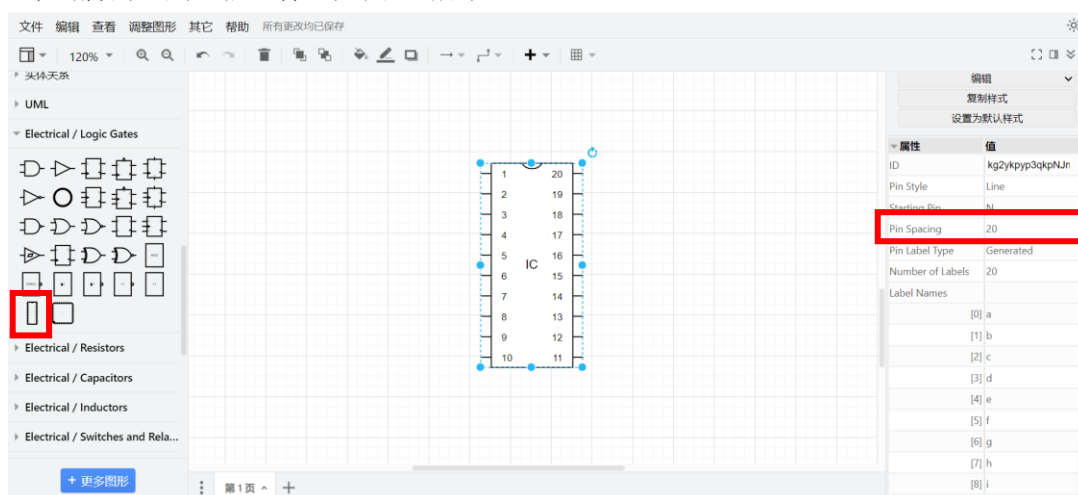
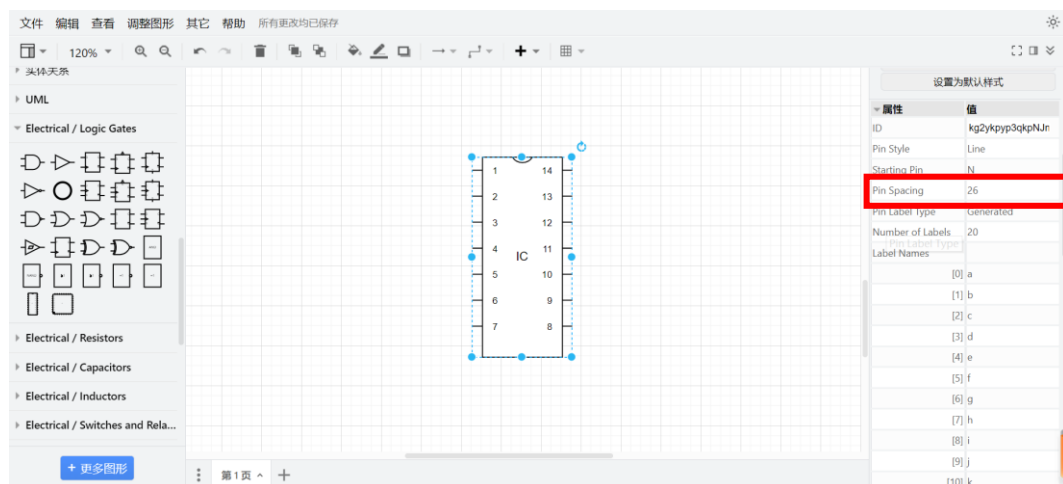
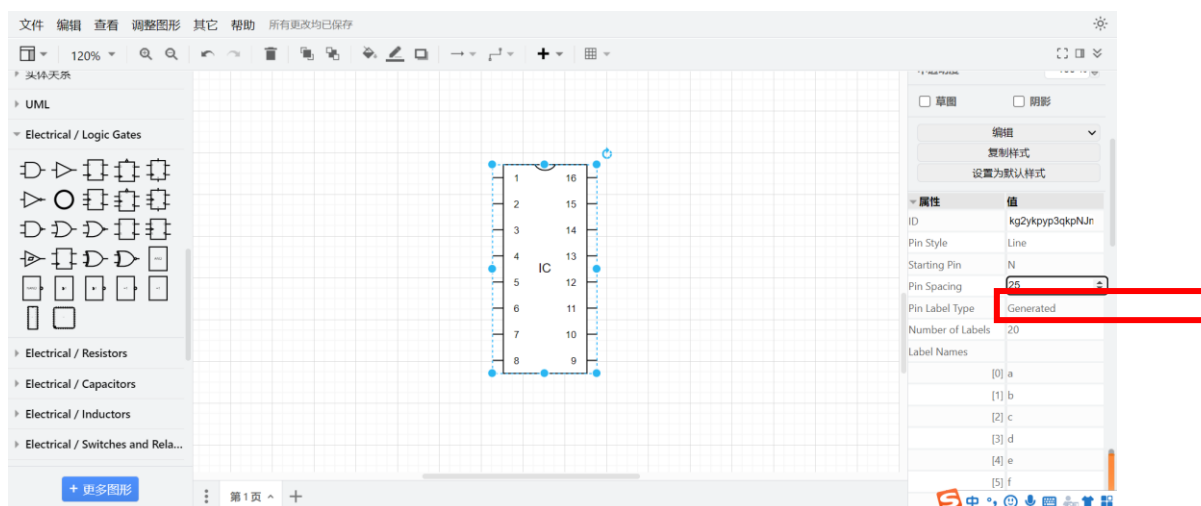

图 14
图 15
图 16
11. 若需用中规模器件, 可选择逻辑门器件库中的双列直插器件, 器件放置完成后, 拖动边框, 改变元件高度, 可改变器件管脚数量, 或在“属性”选项中, 修改“Pin Spacing”值, 也可改变管脚数量。如将图 14 中的“20”改为“26”, 则是 14 个引脚的双列直插器件, 如图 15 所示; 将“20”改为“25”, 则是 16 个引脚的双列直插器件, 如图 16 所示。